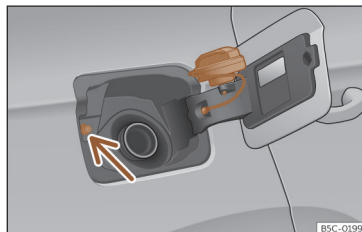

Fig. 215 Tapa del depósito con el tapón encajado.
Evite tocar el botón de bloqueo de la tapa de combustible » » **fig. 215** (flecha). El sistema entenderá que ha acabado y no podrá seguir repostando. Vuelva a pulsar la tecla  de la puerta del conductor para continuar.
• Colóquelo en el espacio que hay en la bisagra de la tapa abierta » » **fig. 215**.